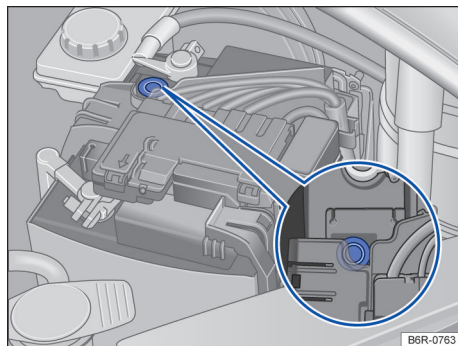

Fig. 135 No compartimento do motor: exemplo de posição do visor no lado superior da bateria do veículo.
- O visor redondo → Fig. 135 na parte superior da bateria do veículo muda de cor conforme o nível do eletrólito.